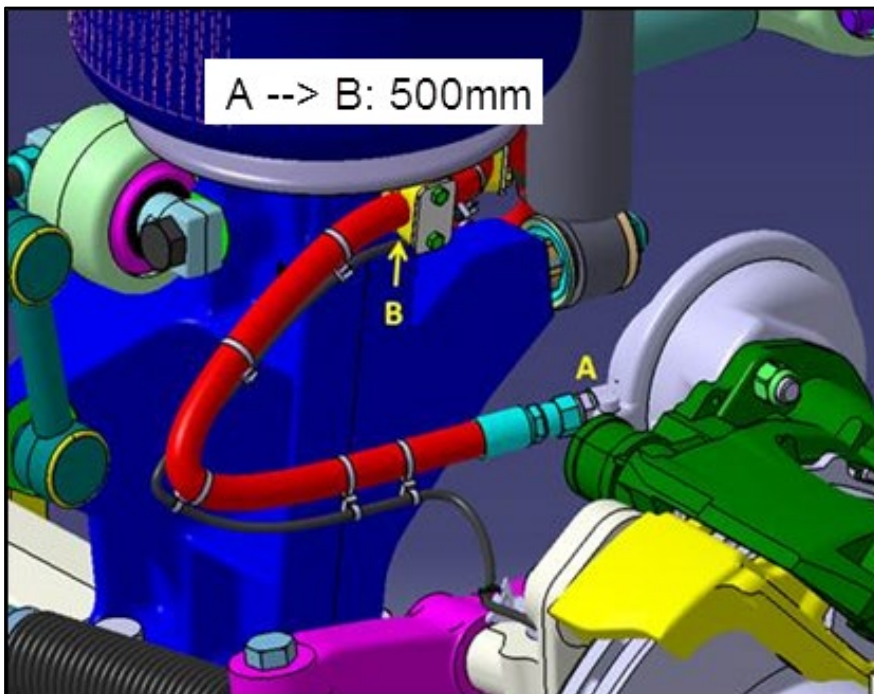

Figure 2 :
3. S'il y a une interférence, ajuster les boyaux tel qu'indiqué aux figures 2 et 3.